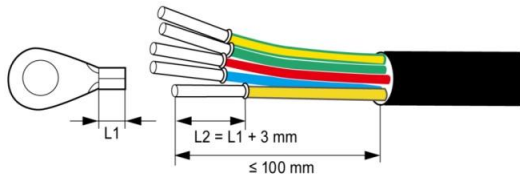

Abb. 5.6 Crimpkabelschuh
(1) Schließen Sie die vier Leitungen des dreiphasigen öffentlichen Stromnetzes L1, L2, L3 und N gemäß Tabelle 5-1 am AC-Steckverbinder an und schließen Sie den Erdungsleiter am Erdungspunkt an der Außenseite des Gehäuses an. Achten Sie darauf, dass die Leiter fest gecrimpt sind, ohne dass sie freiliegen, wie in Abb. 5.6 gezeigt.